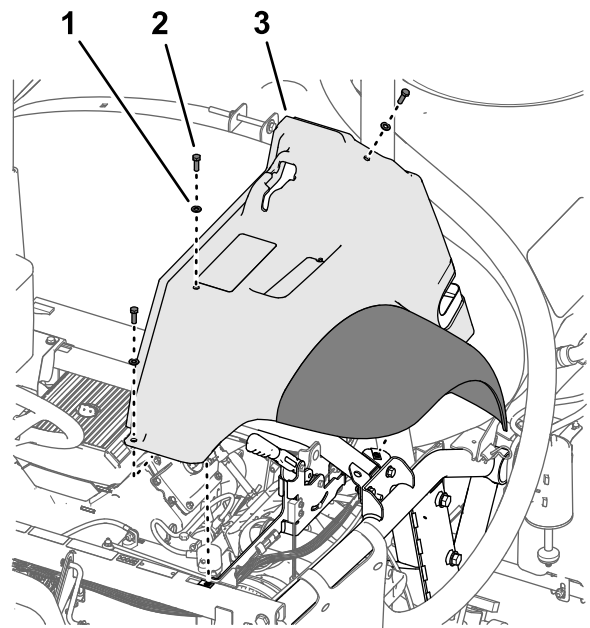

Figure 217
- Fixez légèrement l'aile sur le cadre (Figure 217) à l'aide des 3 boulons (5/16 x 1") et des